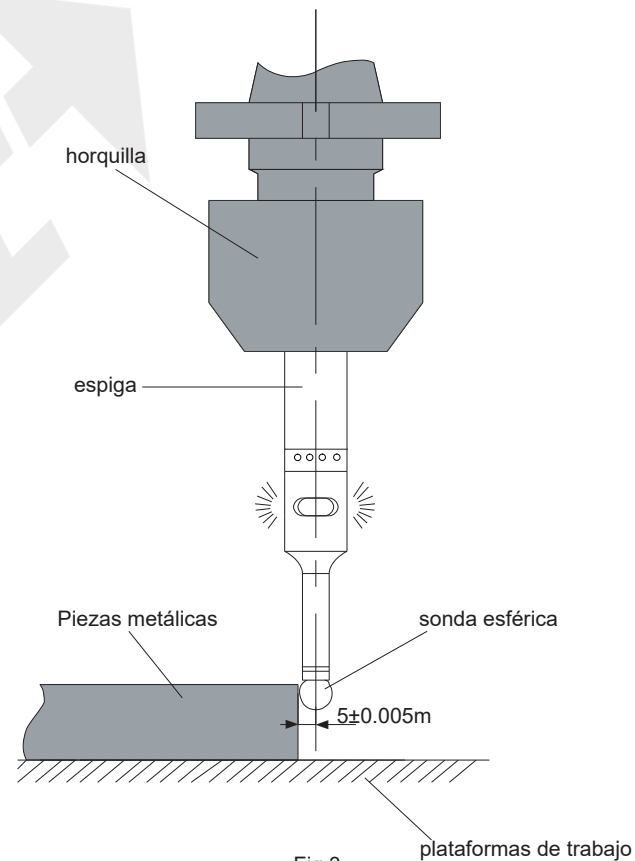

Fig.3
2. El vástago conduce a la pieza metálica a través de la pinza y la mesa, y cuando el palpador de bola entra en contacto con la pieza, el LED se ilumina y el zumbador 6566-3 suena al mismo tiempo (Fig.3). En este punto, la distancia del eje a la superficie de la pieza es de $5 \pm 0,005\text{mm}$.